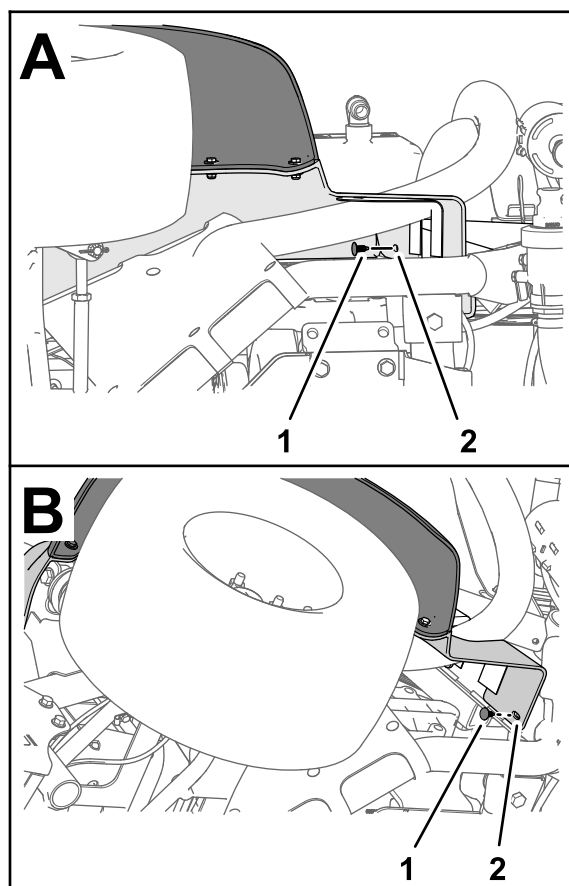

Figura 217
5. Sujete el guardabarros al perfil del bastidor con las 2 grapas (Figura 217).